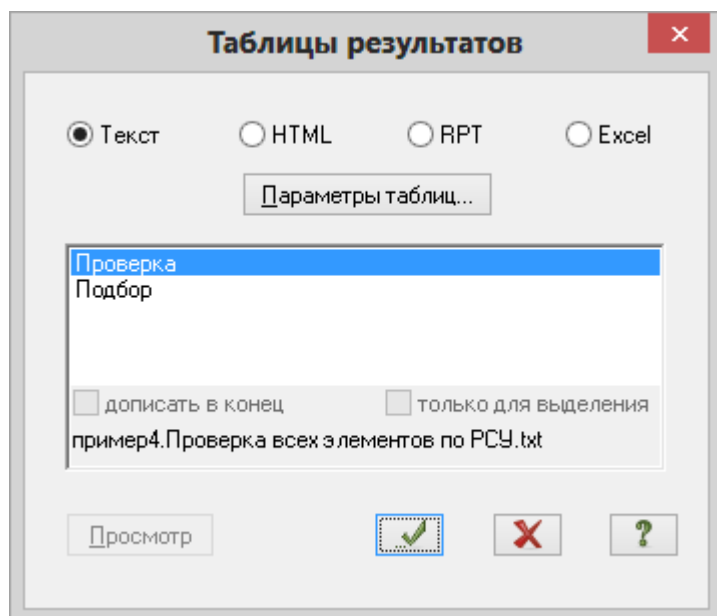

Рис.4.36. Диалоговое окно **Таблицы результатов**
- Вызовите диалоговое окно **Таблицы результатов** (рис.4.36), выбрав команду  – **Таблицы результатов для стали** в раскрывающемся списке **Документация** (панель **Таблицы** на вкладке **Конструирование**).